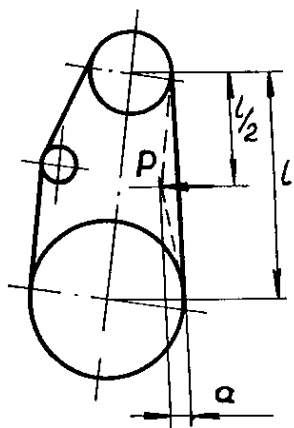

Рис.12. Схема проверки натяжения ремня
5.4. Проверить натяжение ремня вентилятора согласно рис. 12.
Натяжение ремня вентилятора 16 (см. рис. 2) должно быть таким, чтобы при усилии P , равным 1,5 кгс (см. рис. 12) стрела прогиба a равнялась для нового ремня 6...8 мм, для бывшего в работе – 8...10 мм.